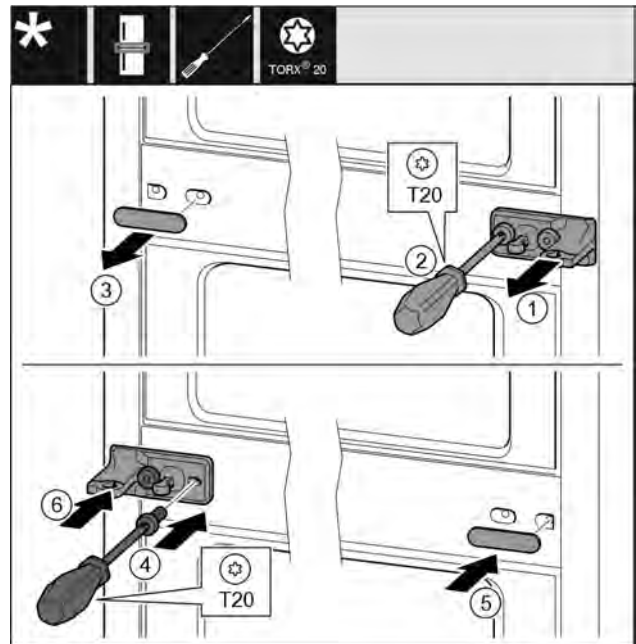

Fig. 21
- ▶ Снимите шайбу. Fig. 21 (1)
- ▶ Выкрутите винты отверткой T20. Fig. 21 (2)
- ▶ Осторожно снимите крышку. Fig. 21 (3)
- ▶ Плотно прикрутите опорный кронштейн с подкладкой с поворотом на 180° с другой стороны. Fig. 21 (4)
- ▶ Установите крышку с поворотом на 180° с другой стороны. Fig. 21 (5)
- ▶ Надвиньте шайбу спереди. Fig. 21 (6)